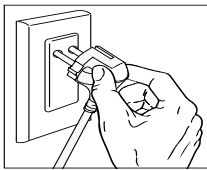

figure 1
1. Branchez le cordon d'alimentation de la ponceuse sur la source d'alimentation (sortie 110-120 Va.c.). Le « bip » d'avertissement retentit lorsque la prise est correctement branchée à la source d'alimentation et que l'indicateur LED affiche la couleur « Rouge fixe ». – voir figure 1.